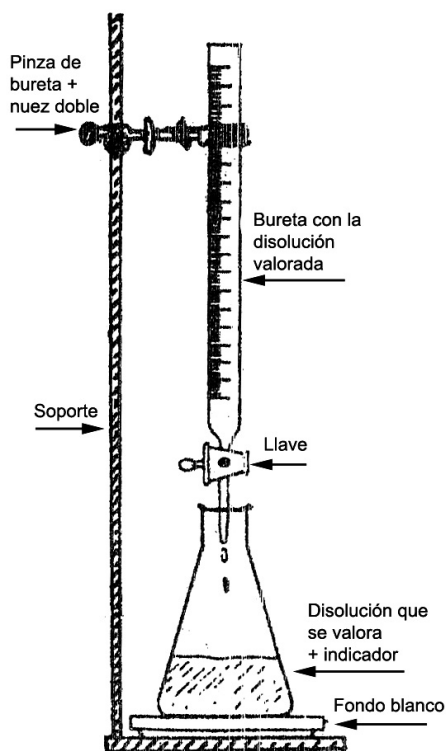

Figura 1
2. Hacer el montaje de la Figura 1, pero sustituyendo primeramente el matraz Erlenmeyer por un vaso de precipitados.